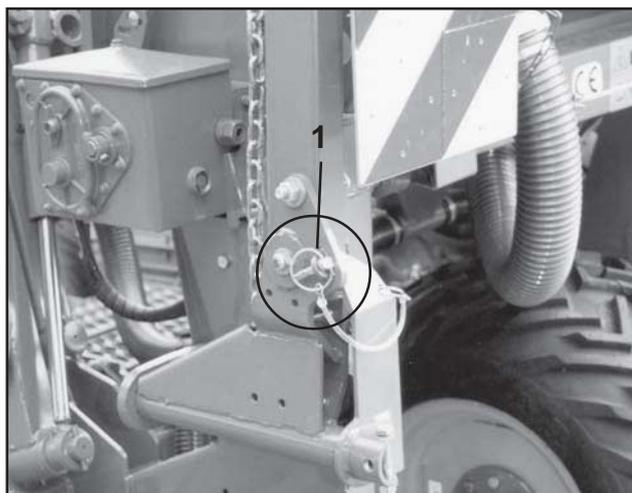

Fig. 6.2
- Amenez et verrouillez les traceurs en position de transport comme à la fig. 6.2 et goupillez en sécurité.
- Relevez les traceurs en position de transport, comme indiqué à la fig. 6.2, et goupillez les en sécurité.